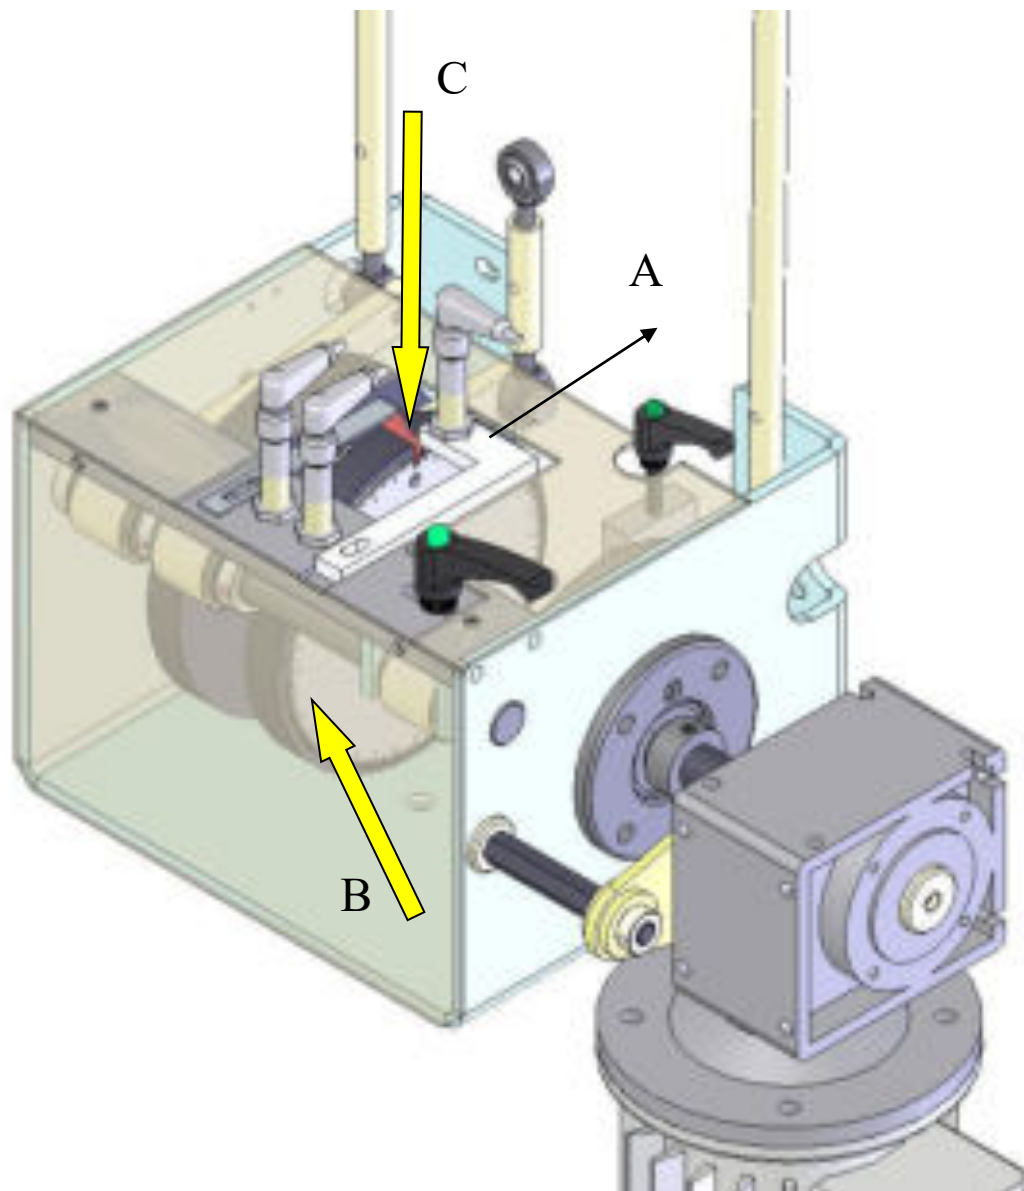

Figure 11
1. Déplacer le support capteur (**fig. 11, Réf. A**) le plus près possible vers la base de la machine.
2. utiliser le bouton-poussoir de marche coup-à-coup pour aligner le goniomètre (**fig. 11, Réf. B**) avec l'indicateur de phase (**fig.11, Réf. C**) sur la position de 0° (correspondant au zéro mécanique).